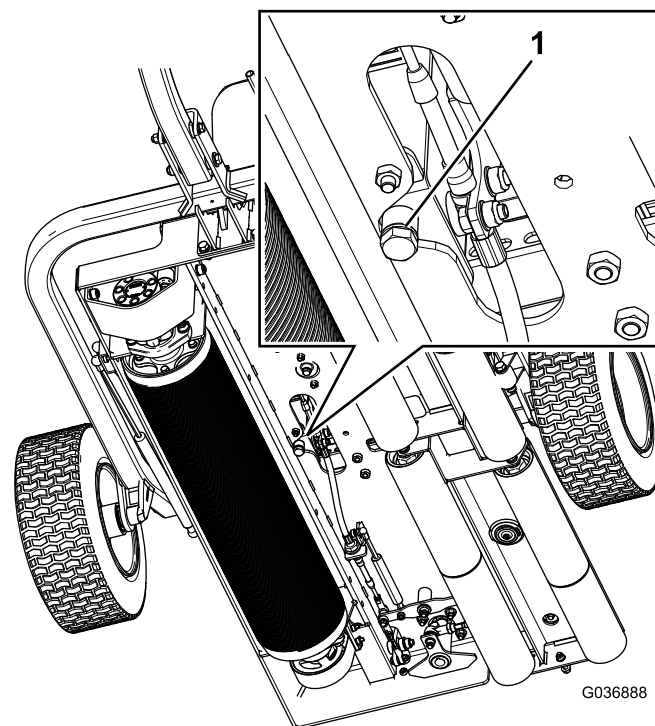

Figura 35
1. Collocate una bacinella di spurgo sotto il tappo di spurgo del serbatoio idraulico. (Figura 35).
2. Rimuovete il tappo di spurgo dalla parte inferiore del serbatoio (Figura 35).